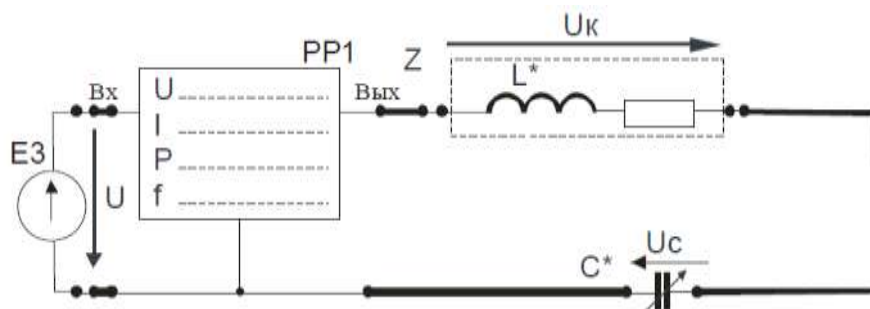

Рис.20
4. Собрать электрическую цепь с последовательным соединением реальной катушки индуктивности L^* конденсатора C^* (рис. 20), используя элементы цепи в соответствии с заданным вариантом (табл. 20). Предъявить схему для проверки преподавателю.